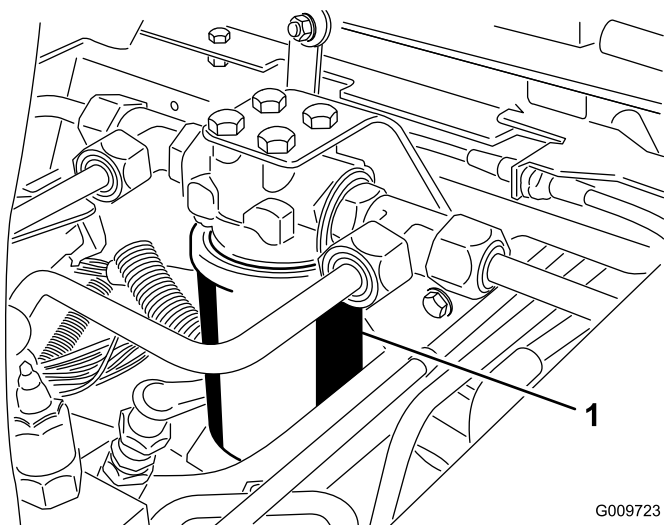
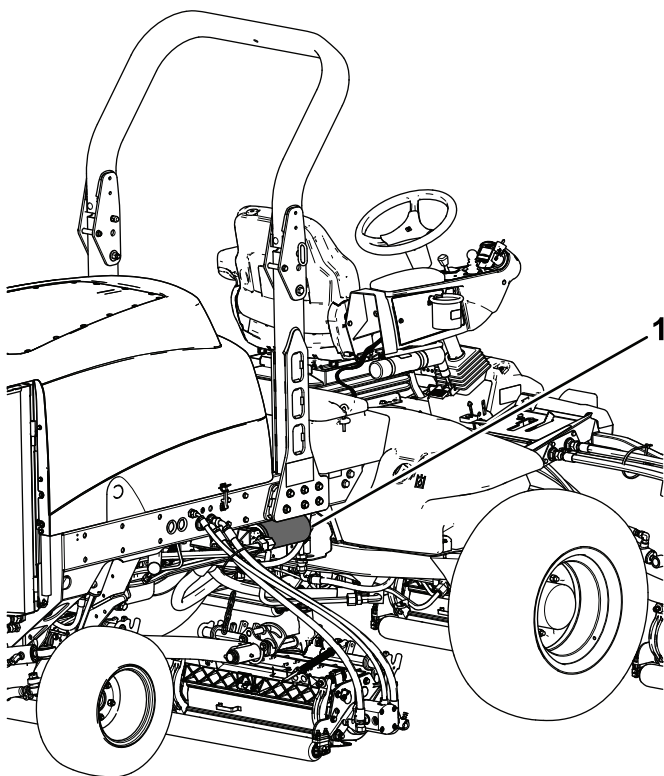

Figura 79
Figura 80
3. Coloque un recipiente debajo del filtro y retire el filtro (Figura 79 y Figura 80).